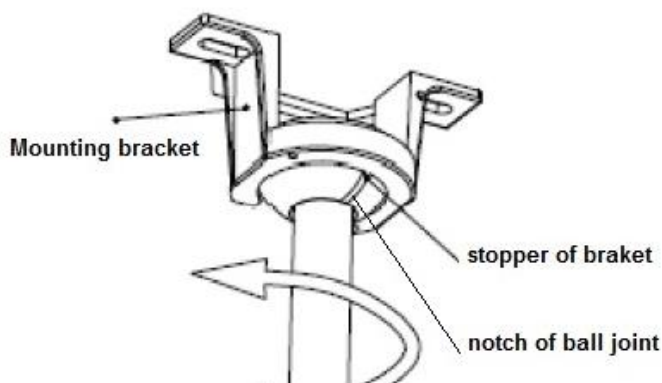

Fig. 7
- Sollevare il corpo del ventilatore alla staffa di montaggio. Fig.7